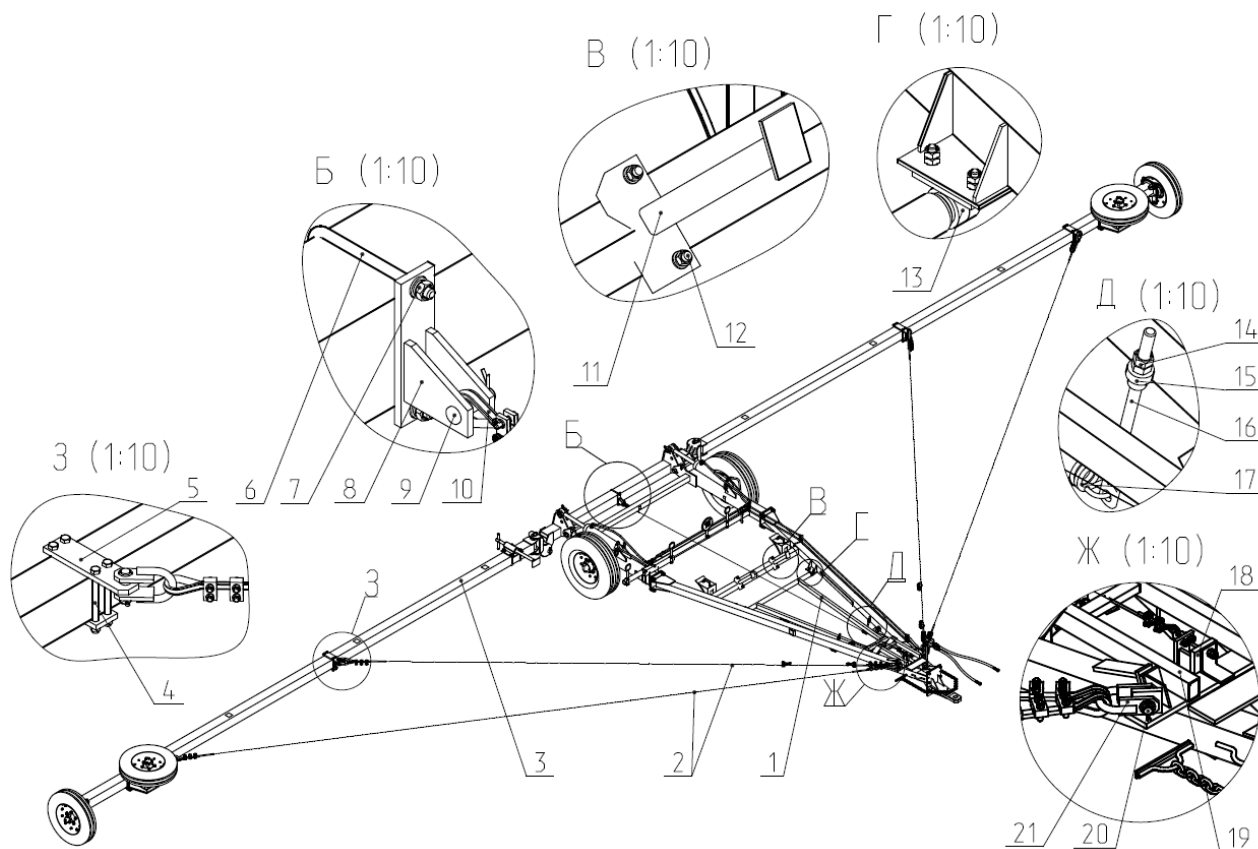
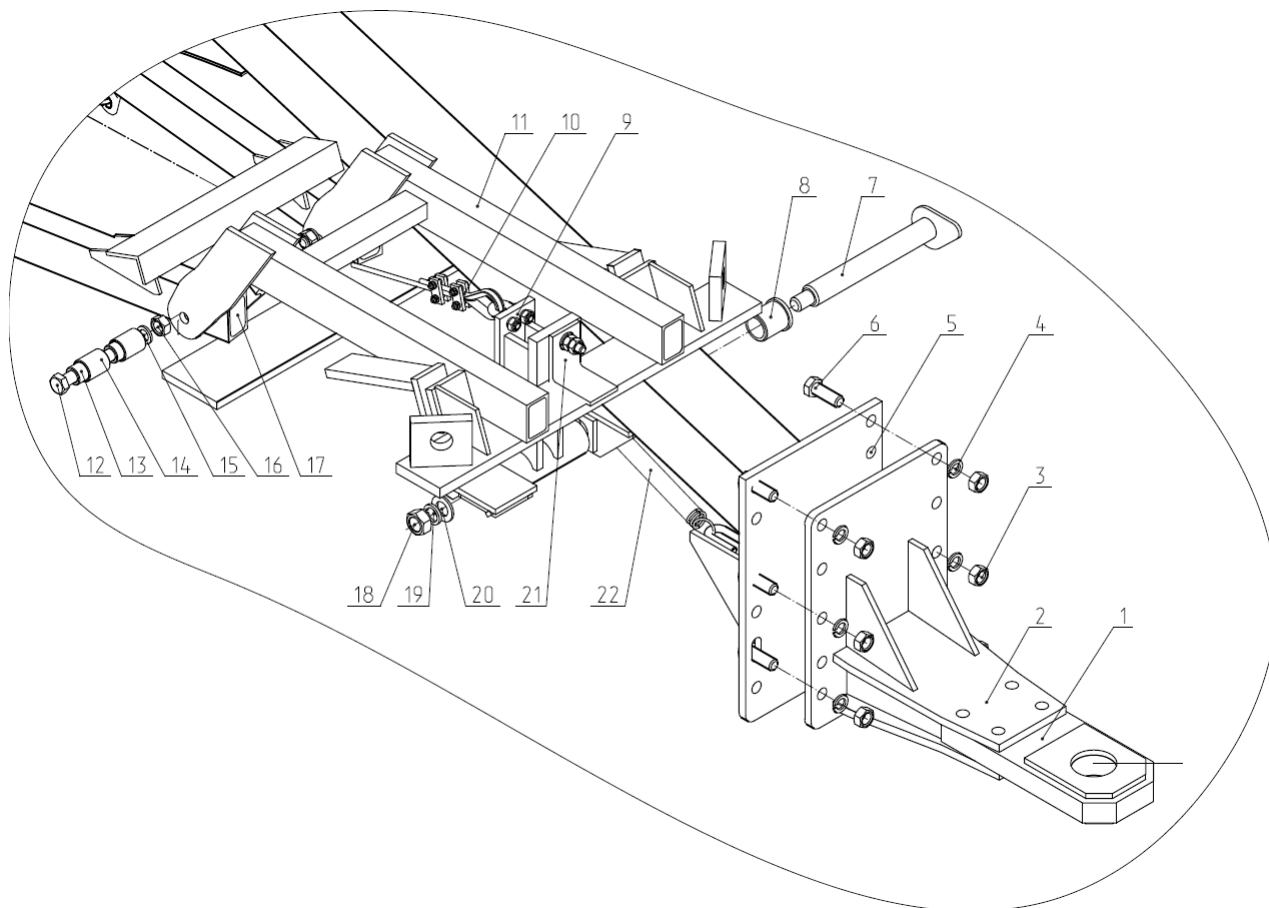

Рис.12 Механизм тросов бороны
Рис.13 Рамка.
2.1.8 Навеска боронок (рис.12) состоит из поперечных штанг 6 и 7, которые закреплены на балках бороны скобами 14. Штанги соединены между собой болтами 1 в сквозь держатель 4. На крюк держателя навешивается цепная подвеска 6, к которой в свою очередь закрепляются на проушинах бороны 20. Другими проушинами бороны крепятся к поводкам 8, которые закрепляются на коромыслах 5 осями 12, а коромысла на штангах 6 и 7 осями 11.
2.1.9 Тросовый механизм (рис.12) служит для фиксации тросовых растяжек во время работы и их расфиксирования при переводе бороны в транспортное положение. Механизм состоит из канатов 2 (Ø12), соединенных со штангой 1, через рамку 19 (шарнирно закрепленной на дышле бороны) и с боковыми балками бороны через планки 5 болтами 4.
2.1.8.1 Фиксатор 9 (рис.13) приводится в движение (при переводе бороны в транспортное положение) тросом 10, который прикреплен к центральной балке через рычаг 8 (рис.12). В обратное положение фиксатор возвращается под действием пружины 22. Для ограничения проворота штанги 1 (рис.12) на дышле снпцы смонтированы упоры 11.
Штанга 1 (рис.12) состоит из штанги 17 (рис.13) и рамки 11 шарнирно соединены между собой болтом 12, пальцем 13 и втулкой 14. Фиксатор 9 шарнирно закреплен в кронштейнах снпцы осью 7 втулкой 8 и затянут гайкой 18.